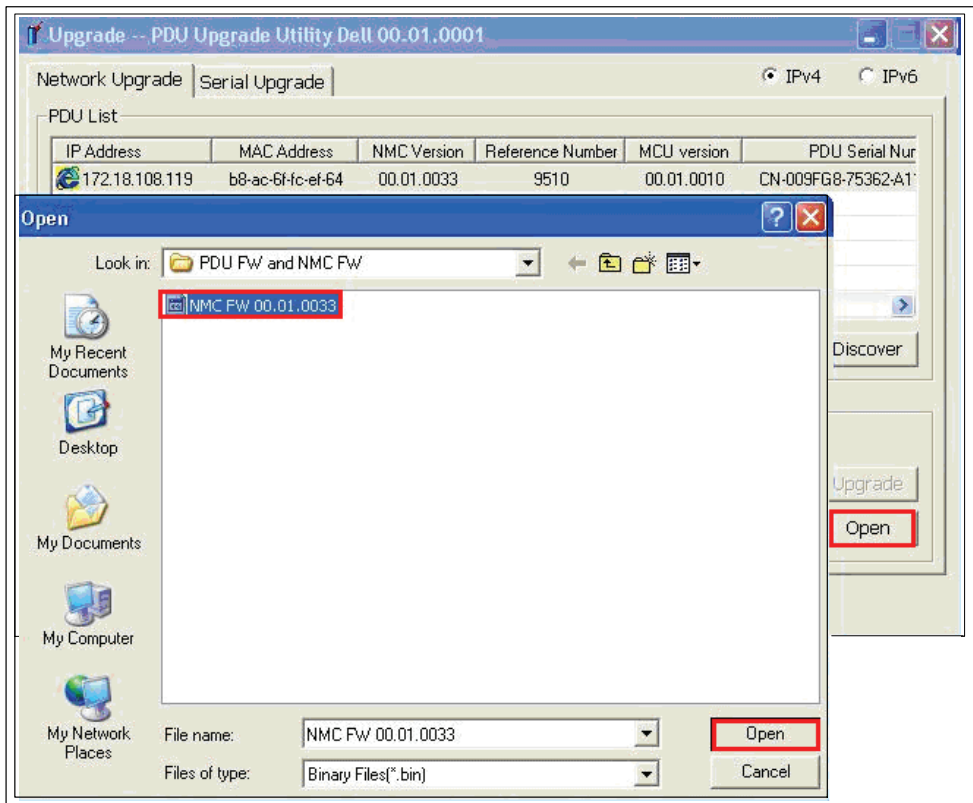

図10. ファームウェアアップグレードファイルの選択
- 10 Openをクリックし、有効なNMCファームウェアアップグレードファイルのリストを表示します。このフラッシュアップグレードに使用するアップグレードファイルを選択します(図10参照)。